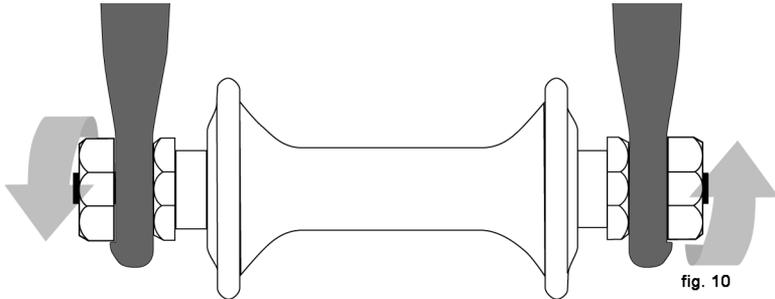

fig. 10
• Écrous hexagonaux ou boulons à clavette qui sont vissés sur ou dans l'axe du moyeu (roues boulonnées, fig. 10).